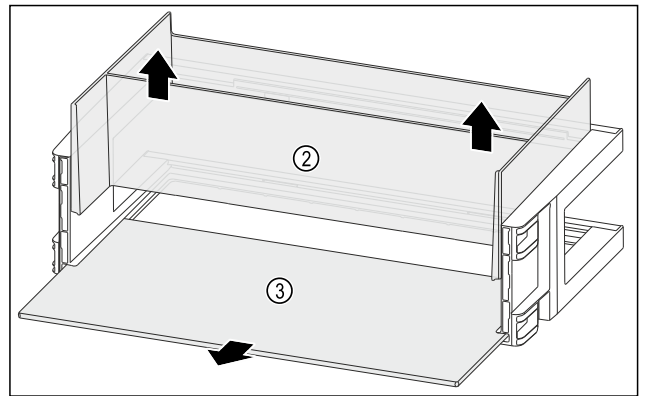

Fig. 111
- ▶ Wyjąć organizer Fig. 111 (2) do góry.
- ▶ Wyjąć półkę Fig. 111 (3).